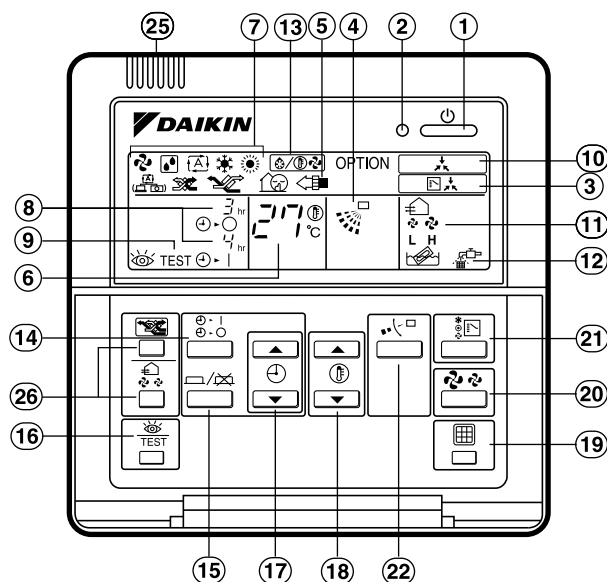

Figura 1
- En la figura 1 se muestra el mando a distancia con la tapa frontal abierta.